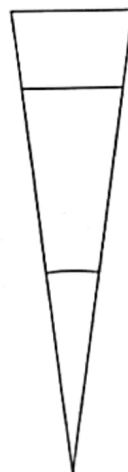

图 6-50 差集运算
▶Step10 按回车键确认，即可对三角形面域进行差集运算，如图 6-50 所示。